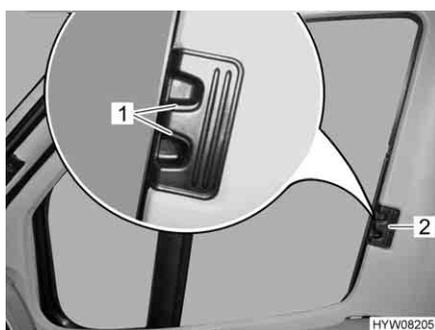

Fig. 16 Dispositif occultant plissé pour la fenêtre côté conducteur/passager
- Presser les poignées de déverrouillage (Fig. 16,1) et les maintenir pressées.
- Tirer les dispositifs occultants plissés pour les fenêtres côté conducteur et côté passager par la poignée (Fig. 16,2) vers l'autre côté de la fenêtre et les rassembler au niveau de la piste magnétique.
- Pousser les dispositifs occultants plissés pour les fenêtres côté conducteur et côté passager jusqu'à la butée au niveau de la poignée (Fig. 16,2).
- Lâcher les poignées de déverrouillage (Fig. 16,1) et les faire s'enclencher.